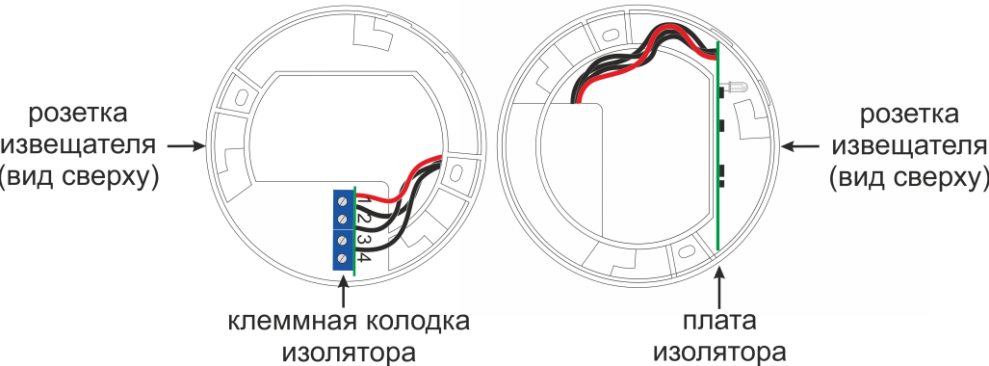

Рис. 1. Внешний вид изолятора, установленного в розетку извещателя
Изолятор конструктивно состоит из платы изолятора, соединенной проводами с клеммной колодкой изолятора, которые при монтаже устанавливаются в розетку извещателя ИП 101-5а-В «RF05-T» или ИП 212-6а «RF05-ДО» (см. рис. 1).
- 6.1 Установить изолятор и клеммную колодку в розетку извещателя (см. рисунок 1).